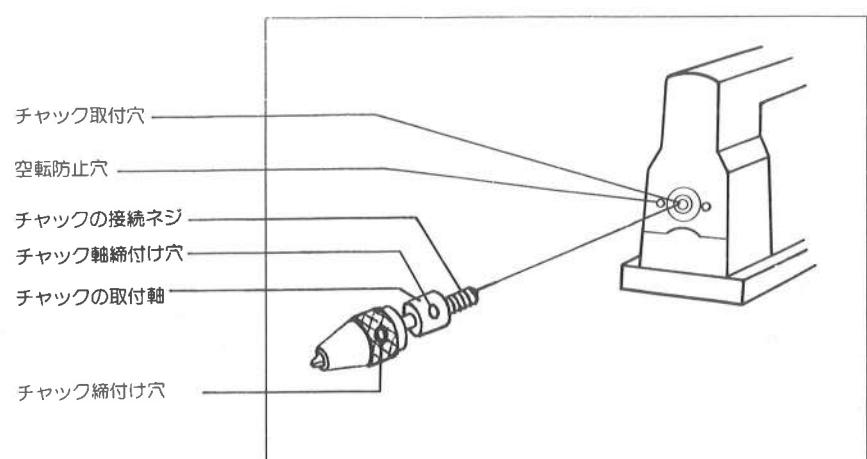

図13
■ 市販のフレキシブルシャフトを接続するときは、本機専用の接続チャックをご使用下さい(図13参照、チャック別売)
- (1)接続チャックを本機に接続するときは、本体後面の取付穴にチャックの取付軸を差し込み、右に回すと締まります。